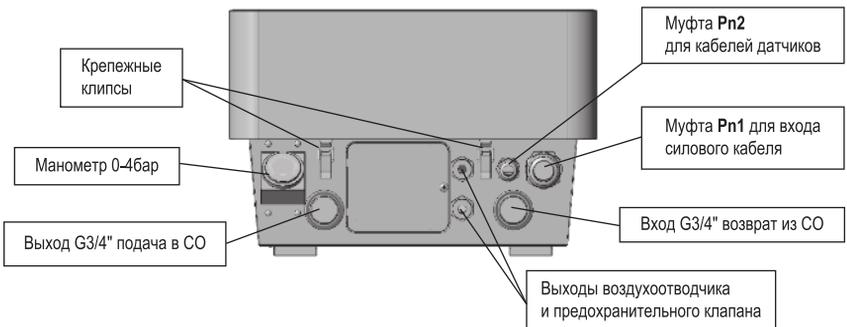

Рисунок 2 - Панель подключения котла (вид котла снизу)
4.1.7 Для снятия передней панели отщелкнуть крепежные клипсы внизу корпуса котла (см. рисунок 2), приподнять панель вверх, плавно оттягивая на себя. Избегая рывков, удерживая панель на весу, отсоединить шлейф подключения дисплея. После чего отвести переднюю панель в сторону.